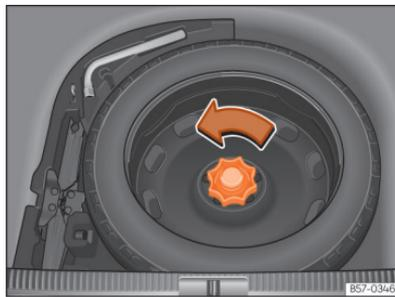

Abb. 249 Im Gepäckraum: hochgeklappter Ladeboden
- Drehen Sie das Rädchen entgegen dem Uhrzeigersinn »» (Abb. 249).